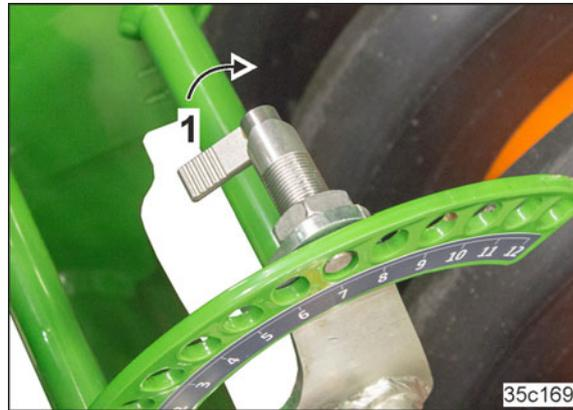

Fig. 128
2. Sperrbolzen durch Drehen entriegeln (Fig. 128/1).